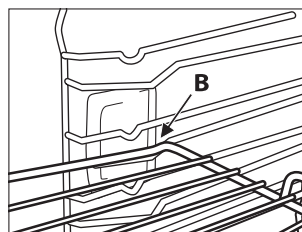

Fig. 2
2. Inclíne la rejilla o entrepaño en correspondencia con el punto de bloqueo "B" (Fig. 2).